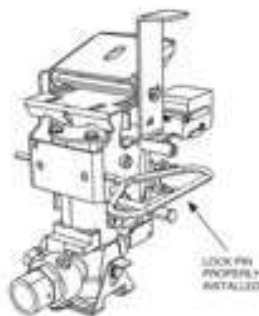

Bild 1. Låspinne installerad på utlösningssmekanism
- Skruva bort locket från utlösningsskåpet. Montera låspinne på utlösningssmekanismen enligt bild 1.
- Känn efter att låsspärren sitter löst. Uppspänningsaxeln, (med röd plasthatt), skall sitta upphakad i utlösningssbygel. Se bild 1, nedre kant.